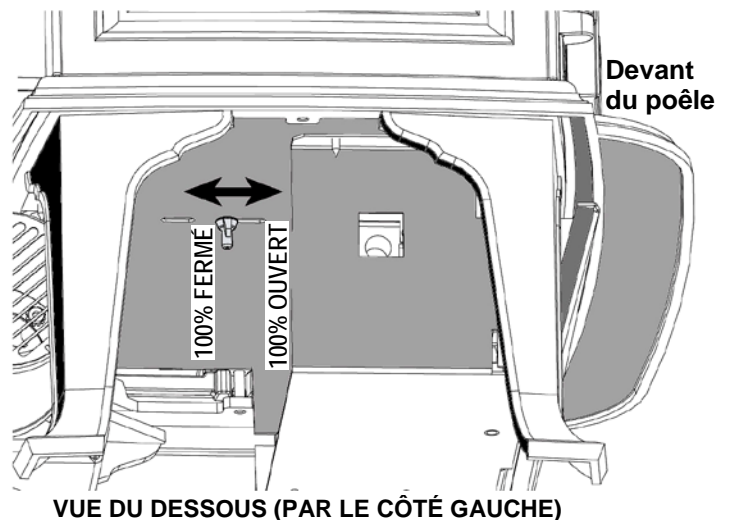

Figure 23. Repérez et desserrez l'écrou à oreilles de l'obturateur d'air, sous le poêle.
6. Desserrez la vis à oreilles de l'obturateur d'air, située sous le poêle. Voir fig. 23.
16. **Ajustez l'obturateur d'air.** Vous devrez positionner l'obturateur d'air de façon à fournir un mélange air-gaz qui assurera la meilleure apparence des flammes pour votre installation. Commencez par ouvrir l'obturateur d'air à moitié en positionnant la tige de l'obturateur au milieu de la fente au bas du poêle. Voir fig. 23. Poussez la tige vers l'arrière pour restreindre le débit d'air, ou tirez-la vers l'avant pour ouvrir l'obturateur et augmenter le débit d'air. Avec l'expérience, vous trouverez la position de l'obturateur qui convient à votre installation.